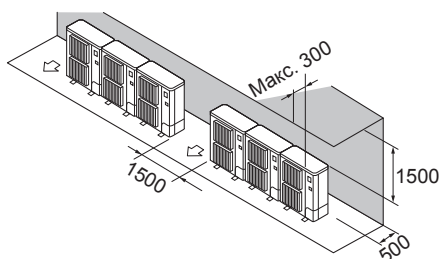

Fig. 2-9
- ② Кедергілер тек артқы жағында және одан жоғарыда (Fig. 2-9)